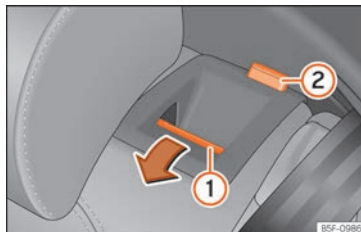

Fig. 64 Bancheta spate: rabatarea spătarului.
- Apăsați butonul de deblocare »» **fig. 64 ①** către față și în același timp rabatați spătarul. Dacă marcajul roșu al butonului ② este vizibil, spătarul banchetei nu este fixat pe poziție.